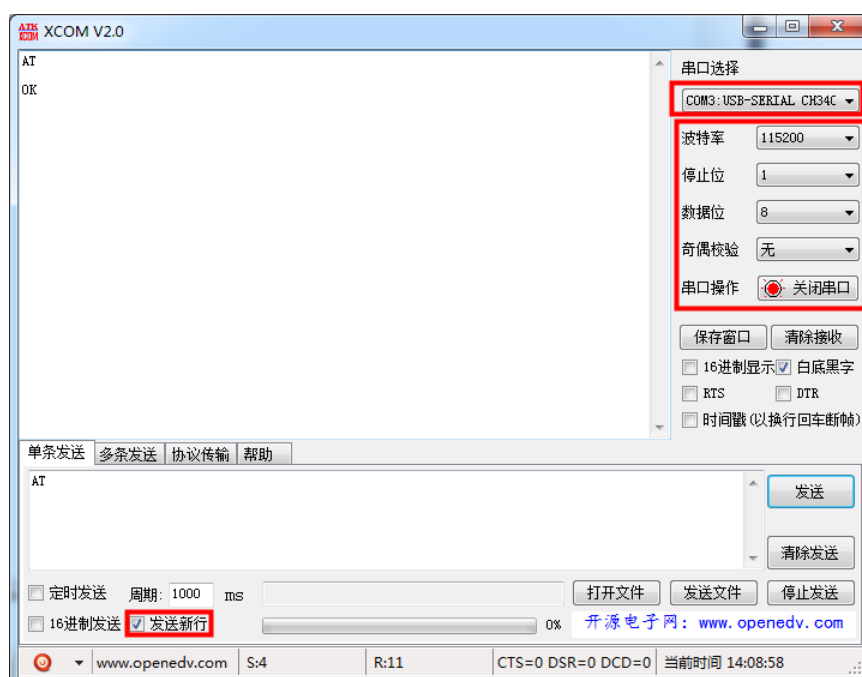

图 2.3.8.1 AT 指令测试
**模块默认 AT 模式**, 我们通过串口调试助手 XCOM 来测试下, 打开 ATK-ESP8266 WIFI 模块资料\3, 配套软件\串口调试助手\XCOM V2.0.exe, 选择正确的 COM 号 (我电脑是 COM3), 然后设置波特率为 **115200**, **勾选发送新行 (必选!)** 即 XCOM 自动添加回车换行功能) 然后发送 AT 到 ATK-ESP8266 模块, 如图 2.3.8.1 所示:
从图 2.3.8.1 可以看出，我们现在已经可以和 ATK-ESP8266 通信了，我们通过发送不同的 AT 指令，就可以实现对 ATK-ESP8266 的各种功能的配置了。